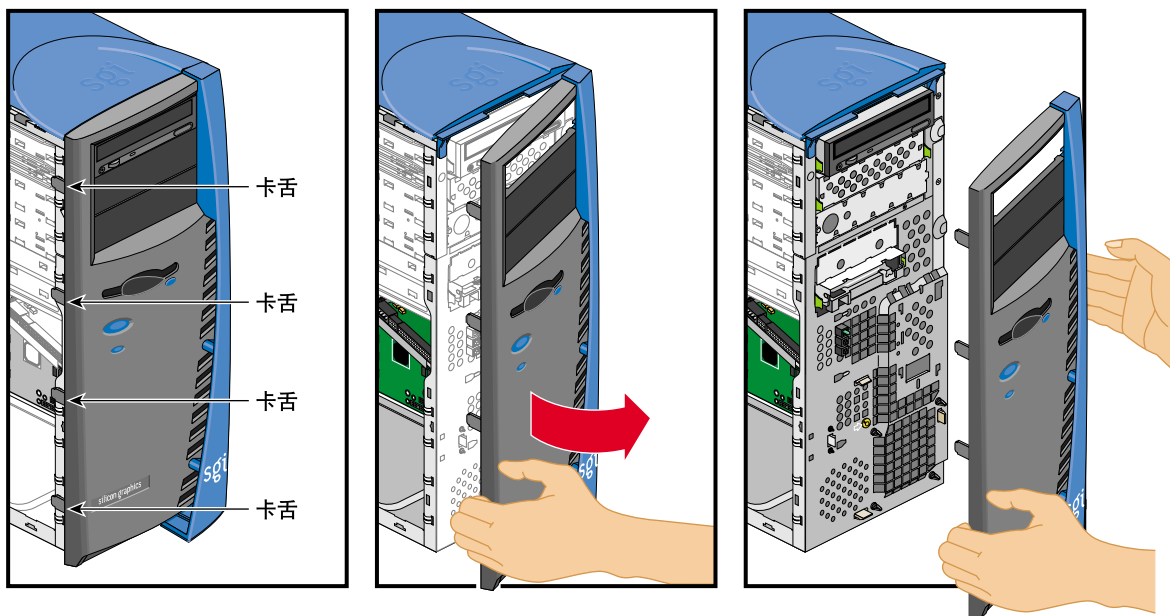

图 2-2 取下挡板
- b. 在从系统拉开挡板的同时，轻轻将挡板侧面的四个卡舌从机架拔出以使其松开。该过程如图 2-2 所示。